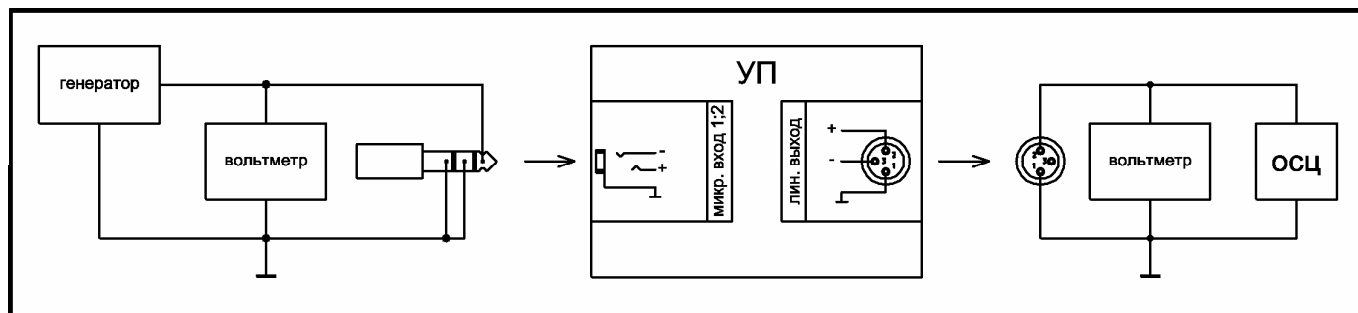
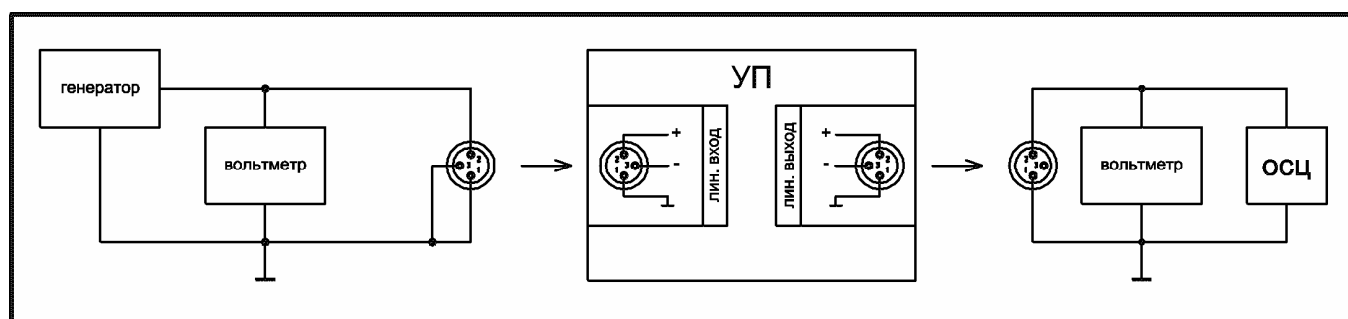

Рис.2 Схема измерений по микрофонному входу.
Рис.3 Схема измерений по линейному входу.
10.5. Измерения проводят подавая сигнал поочередно на микрофонные входы 1;2 (рис.2) и – на линейный вход (рис. 3). Напряжение выходного сигнала измеряют на контактах разъема «ЛИН. ВЫХОД». Проверке подвергаются все пять входов. Контролируются только основные параметры: чувствительность (номинальное входное напряжение) и амплитудно-частотная характеристика.
10.7. Проверка чувствительности микрофонных входов 1;2 (рис. 2).
10.8. Проверка чувствительности линейного входа (рис. 3).
10.9. Проверку диапазона воспроизводимых частот, на соответствие п.2.4, по входам 1;2 проводят по структурной электрической схеме рис. 2.